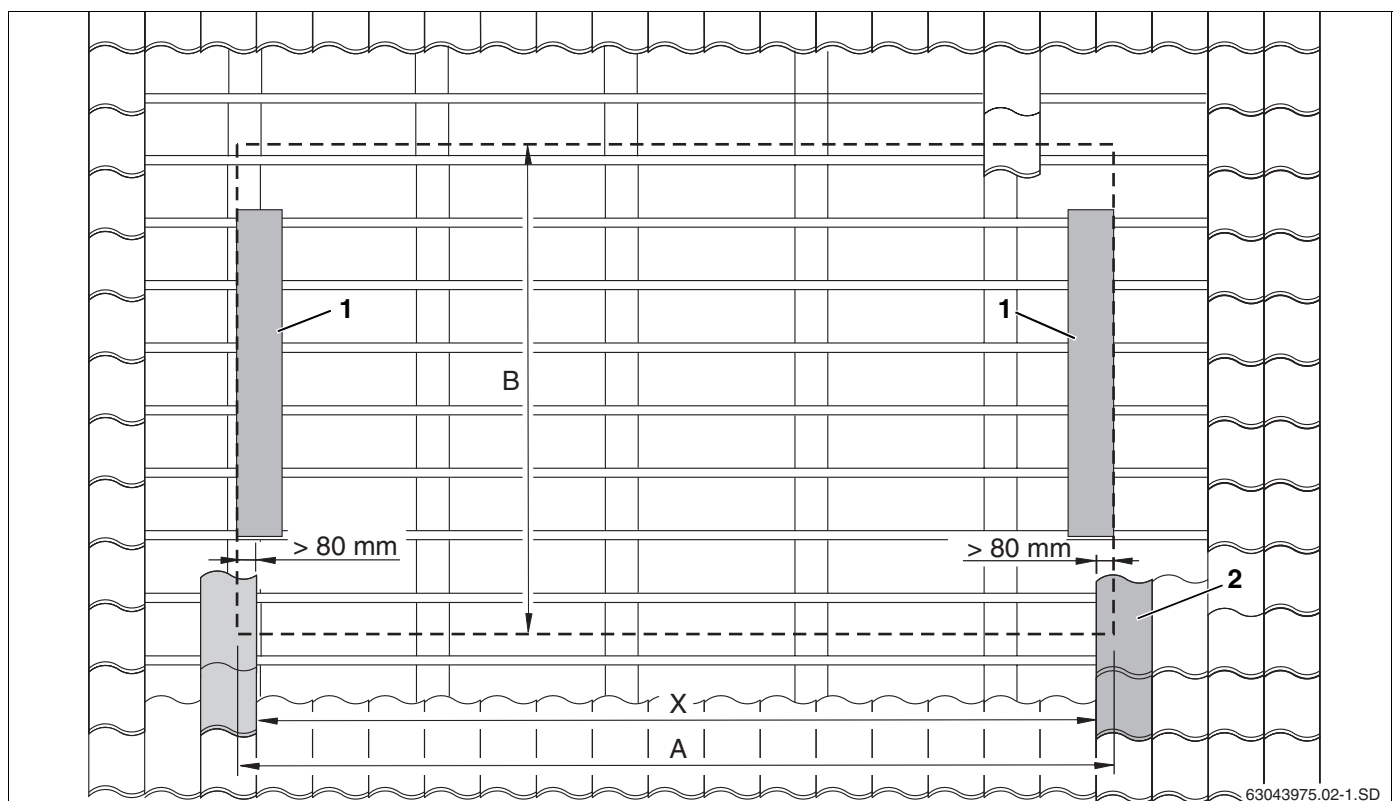

Fig. 8 Déterminer la position exacte du champ de capteurs
- Calculer la dimension X (écartement entre les tuiles qui reposent sur les tôles de recouvrement latérales, fig. 8, **pos. 1**) sur le toit et transférer sur le toit.
- Déterminer la rangée de tuiles inférieure en tenant compte de la dimension B (fig. 8, **pos. 2**).